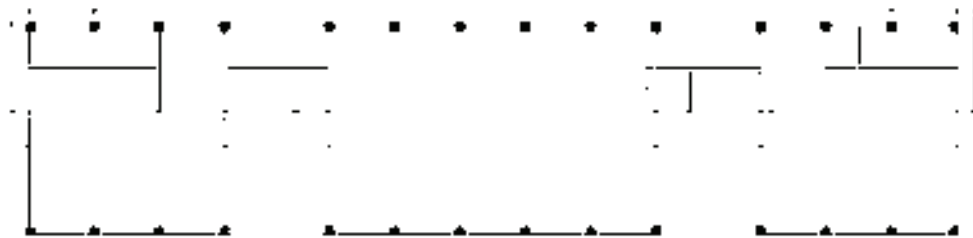

图 15-10 绘制 600mm×600mm 标准柱
5) 在轴线上点取柱子的插入点，绘制 600mm×600mm 的矩形标准柱，如图 15-10 所示。